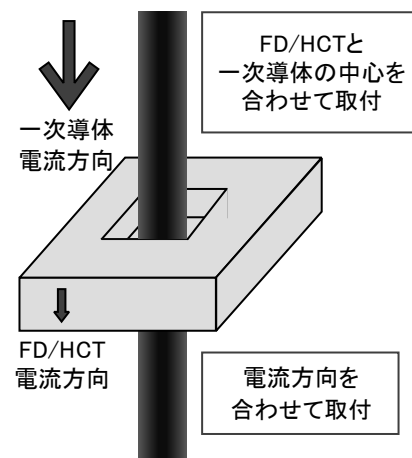

図 25. FD/HCT の取付
- (1) FD および HCT は一次導体の直線部分に取り付けて下さい。貫通穴中心を一次導体の中心に合わせて設置して下さい(図 25)。